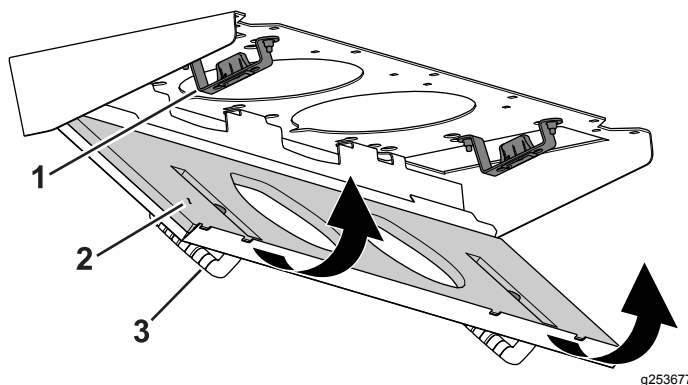

Figura 117
4. Ruotate lo schermo del filtro attorno alle alette, fino a quando il fermo non si blocca nel gruppo di montaggio del fermo (Figura 117).